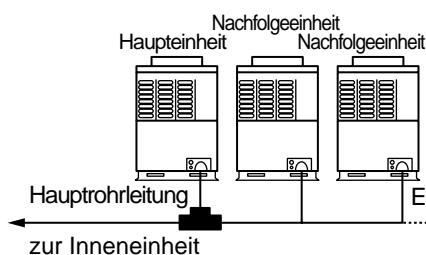

Abbildung 1
1) Schließen Sie die Haupteinheit der Außeneinheiten an die Hauptrohrleitung an. (Abbildung 1)